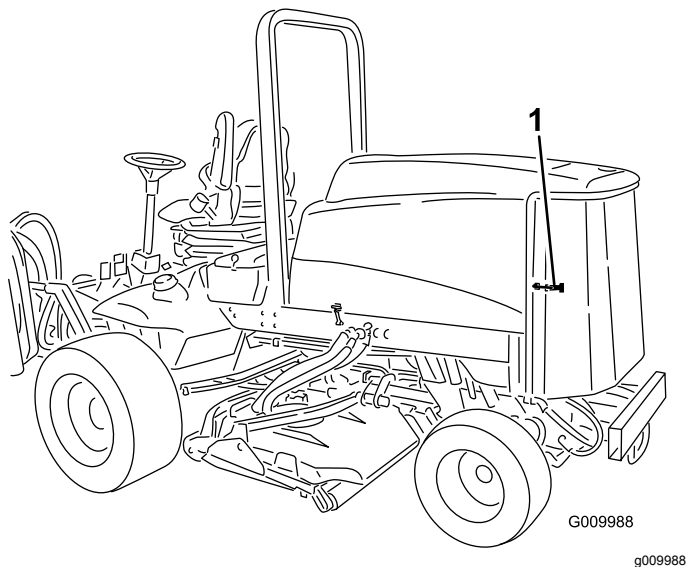

图 55
1. 打开门锁并旋开后滤网 (图 55)。彻底清洁滤网的所有杂物。